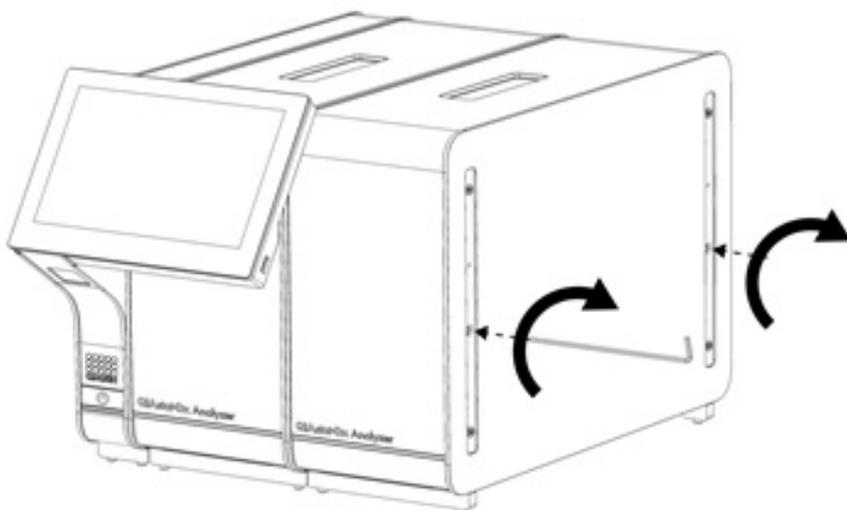

Figura 16. Alinhando e anexando o Módulo analítico adicional.
4. Alinhe o Módulo analítico adicional com o Módulo analítico existente. Aperte os parafusos com a Ferramenta de montagem do Módulo analítico-operacional fornecida com o QIAstat-Dx Analyzer 2.0 (Figura 16).